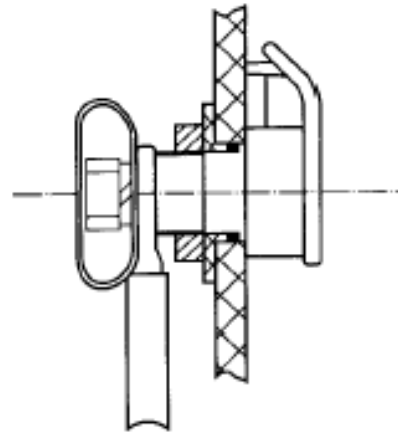

Figura 22 - Diagrama Esquemático da Dependência do Cabo do Seletor com os Terminais situados no Recipiente Cilíndrico do Óleo
- Fixar os condutores que saem do seletor com os conectores localizados no recipiente cilíndrico do óleo com as porcas hexagonais M10. Não esquecer de colocar as calotas equipotenciais. (veja Figura 22).